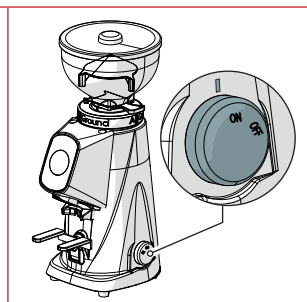

Fig. 11
- Ruotare in posizione "ON" l'interruttore di accensione macchina (Fig. 11).